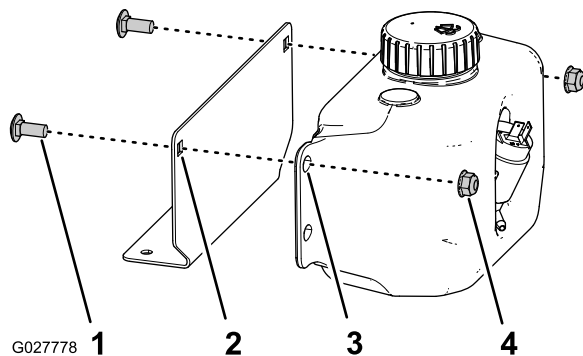

図 35
1. ウォッシャー液タンク取り付けブラケットにウォッシャー液タンクを取り付ける。キャリッジボルト5/16 x 3/2" 2本、ロックナット5/16" 4個を使用し 図 35 のように取り付ける。